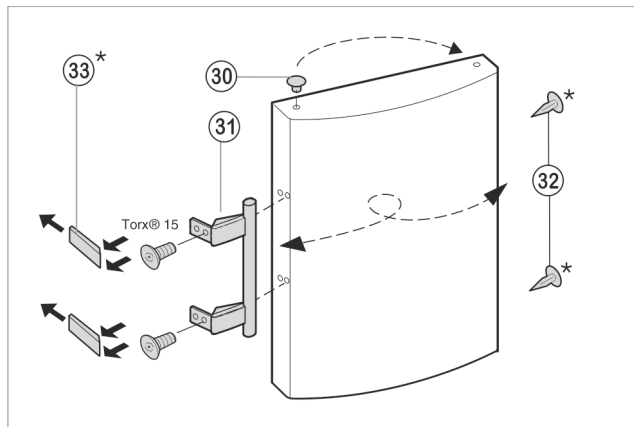

Fig. 8
- ▶ Wyciągnąć wkładkę Fig. 8 (30) z zawiasu drzwi i przetożyć na drugą stronę.
- ▶ Zdemonstrować uchwyt drzwi Fig. 8 (31), zatyczki Fig. 8 (32) oraz płytki dociskowe Fig. 8 (33) i przetrześć je na przeciwną stronę.